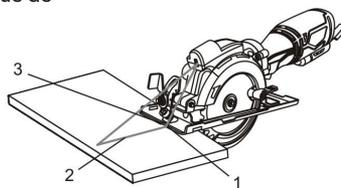

Figure 10
REMARQUE : Pour aligner la lame de scie avec la marque de coupe, utiliser les repères de guidage sur le devant de la semelle (figure 10). Utiliser le repère de coupe à 0 degré (1) et la ligne laser (2) pour des coupes à angle droit. Utiliser le repère de 45 degrés (3) pour les coupes en biseau à 45 degrés. Le repère de 45 degrés tiendra compte de la surface supplémentaire de matériau requise pour la coupe en angle. Toujours effectuer une coupe d'essai sur une pièce de retaille avant de couper le nouveau matériau.